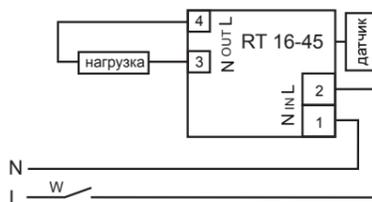

Рис. 2: схема подключения нагрузки мощностью до 2,2 кВт к устройству
5.2. Нагрузка на напряжение 220В подключается к контактам 3 и 4 устройства (рис. 2). При этом светящийся красный светодиод будет указывать на то, что реле замкнуто и нагревательный элемент включен. При достижении установленной температуры реле размыкается и отключает нагревательный элемент, светодиод гаснет.
7.2. Подключить нагрузку к изделию (см. рис.2). Для этого используйте одножильный или многожильный провод с двойной или усиленной изоляцией сечением, соответствующим мощности нагрузки. Напряжение подается через выключатель W или напрямую на контакты 1 и 2 изделия. Нагрузка на 220В подключается к контактам 3 и 4 изделия.